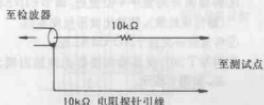

图 4
② PIF AGC 电压设定: 加 4.5 V 直流电压于 IC 201 的销①;
③ AFT 静噪处理, 将 IF 装置的销③接地;
④ 连接响应引线于 TP 203(该响应线应具有 10 kΩ 电阻的探针)如图 4 所示;